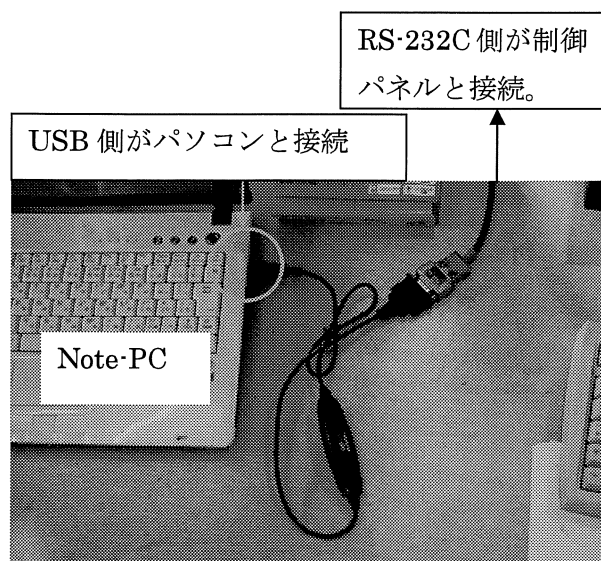

図 A. 2 USB 中継器の接続
- ① パソコンの電源をONにしてWindowsを起動する。
- ② 図A.2を参考して、USBコネクタをパソコンのUSBポートにしっかりと奥まで差し込み、確実に接続する。「新しいハードウェアの追加ウィザード」が自動的に開始される。